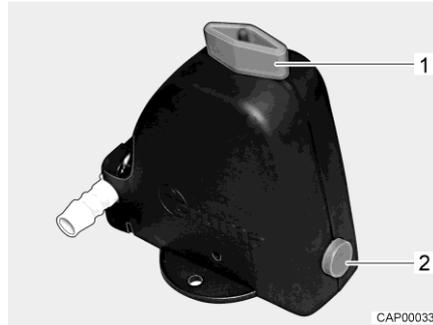
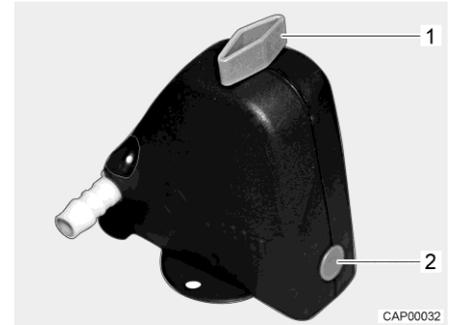

Fig. 132 Válvula de seguridad/purga abierta
Fig. 133 Válvula de seguridad/purga cerrada
- Cerrar la válvula de seguridad/purga. Para ello, girar el botón giratorio (Fig. 132,1) a la posición transversal en referencia a la válvula de seguridad/purga y hundir el botón (Fig. 132,2). La válvula de seguridad/purga cerrada se muestra en Fig. 133. A temperaturas inferiores a 6 °C, la válvula de seguridad/purga no se deja cerrar.